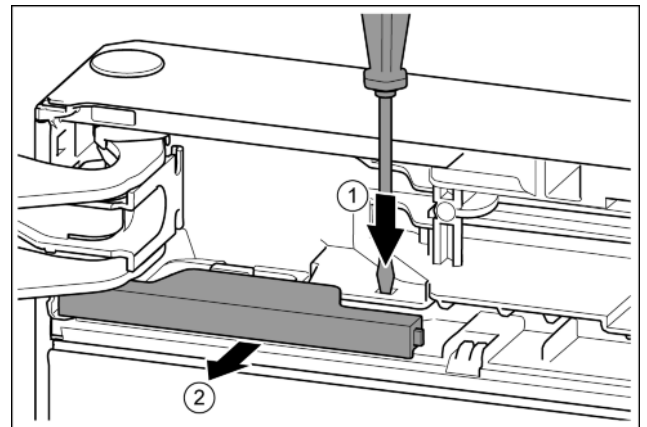

Fig. 10
- ▶ За допомогою шліцевої викрутки притисніть накладку. Fig. 10 (1)
- ▶ Витягніть кришку з фіксатора. Fig. 10 (2)